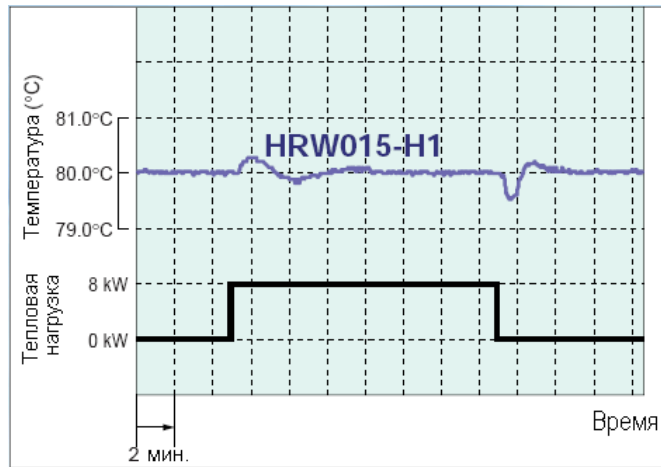

Рис.4.1.2. Реакция температуры теплоносителя на изменение тепловой нагрузки
- Высокая точность термостабилизации и быстрая реакция на изменение тепловой нагрузки (рис. 4.1.2).
Тепловая инерционность теплообменника сведена к минимуму, а система управления, имеющая в своем составе датчики температуры и быстродействующие клапаны, способна быстро отреагировать на изменения температуры теплоносителя. В результате, как видно из рис.4.1.2, время тепловой релаксации системы составляет 2–3 минуты, при этом отклонение температуры теплоносителя от установленного значения не превышает 0,3°C.